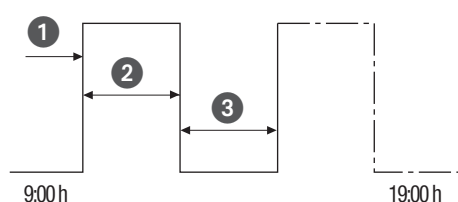

Fig. 33: Comutação por ciclo
- (Fig. 33/①) Hora de início
- (Fig. 33/②) Duração ON = Comutação ON
- (Fig. 33/③) Duração OFF = Comutação OFF